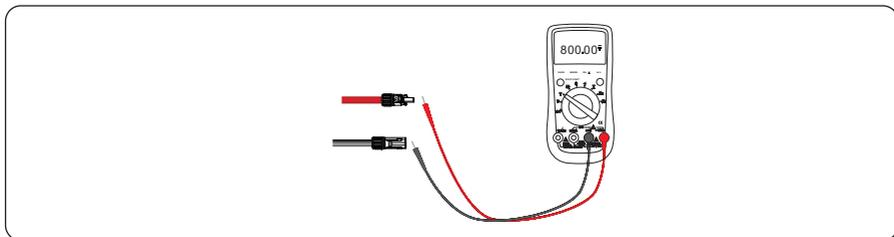

Figura 5.12 Checking the voltage of every route Strings
Passo 5 Meça a tensão de todas as cordas de rota usando um multímetro. Certifique-se de que as polaridades dos cabos de alimentação de entrada CC estão corretas, conforme mostrado na Figura 5.12.